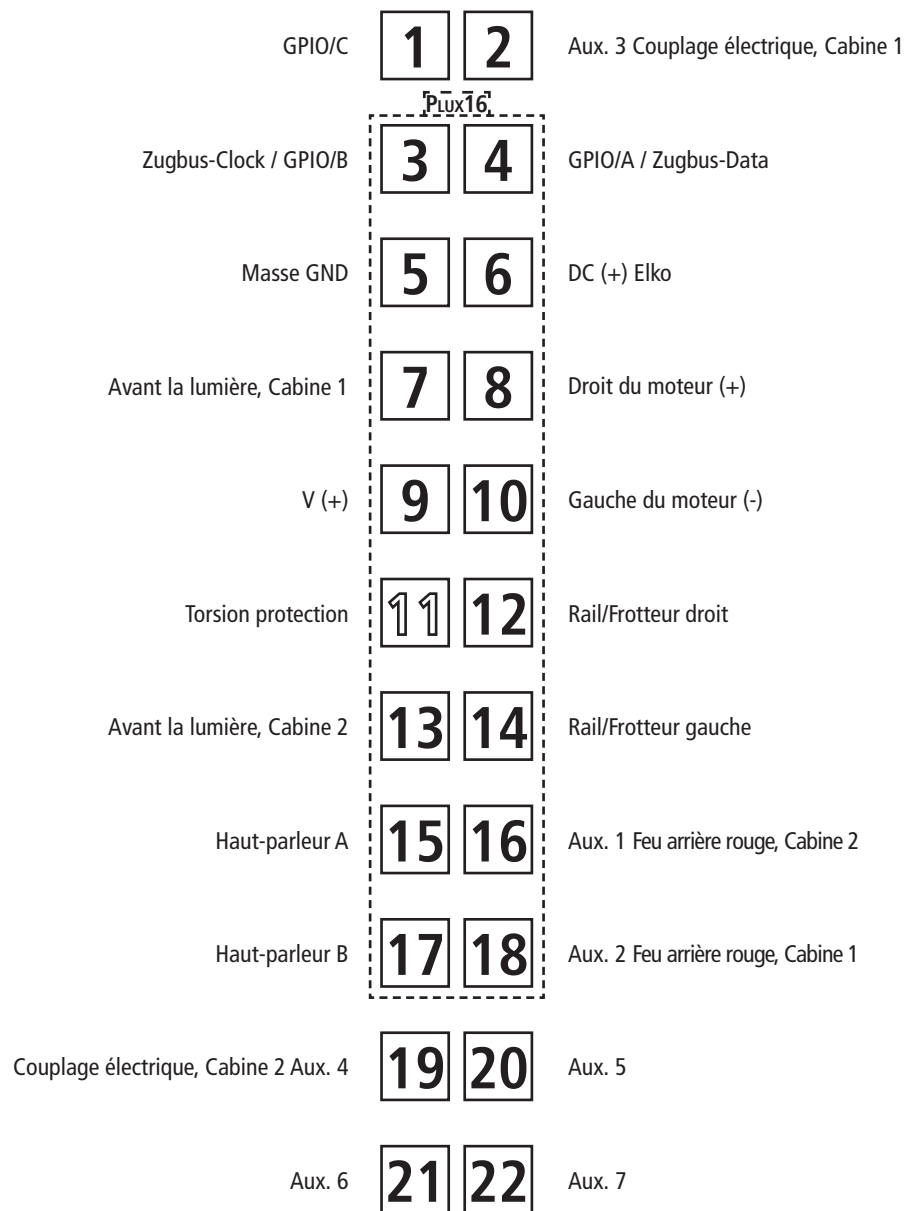
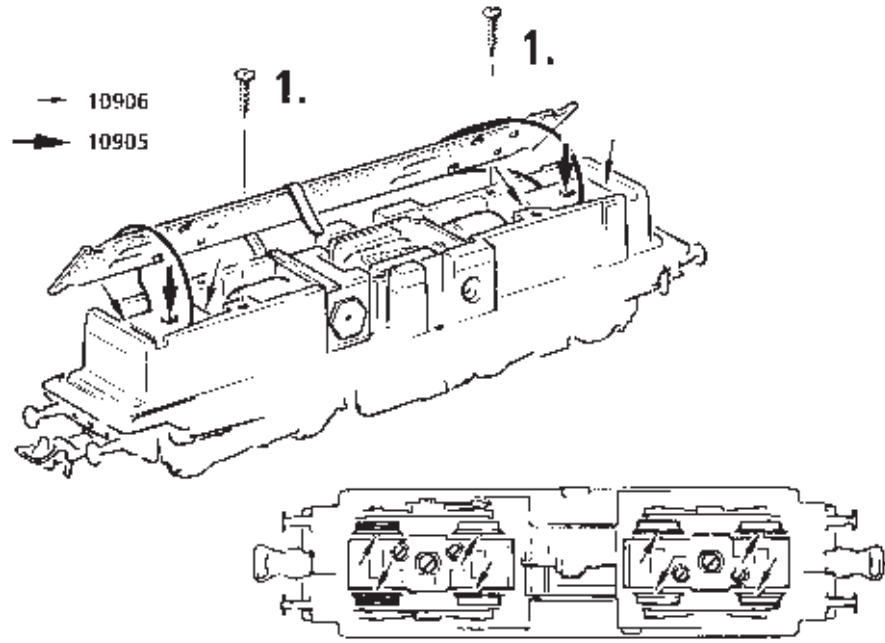
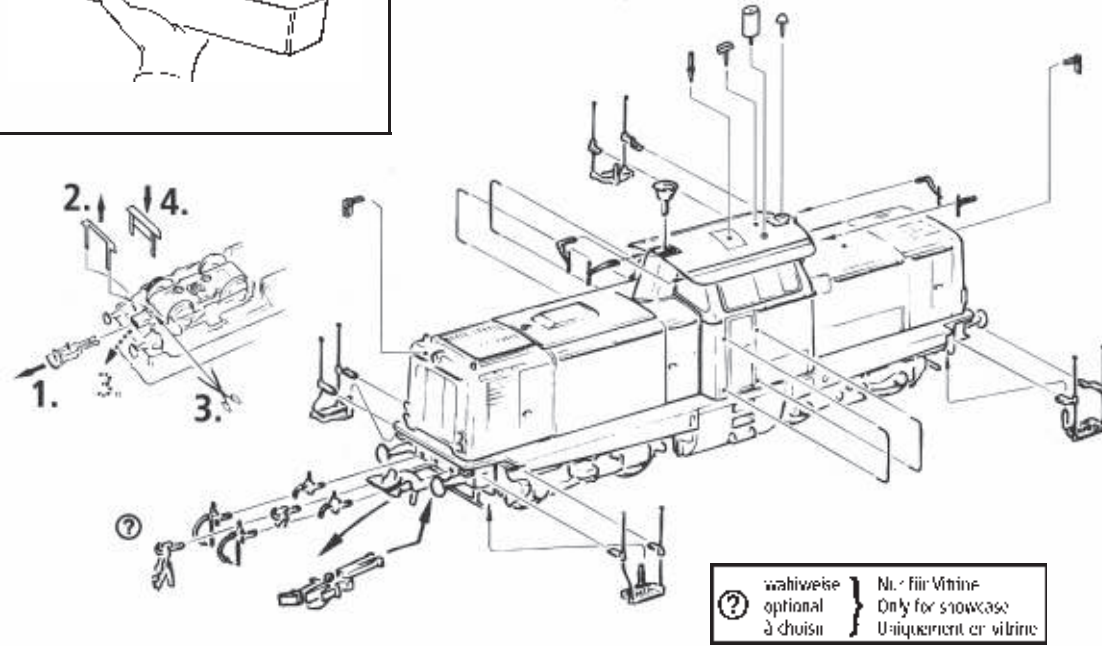

Fig. 7
Fig. 9
Fig. 3
**2. Schmierung:** Versehen Sie die im Schmierplan in Fig. 7 gekennzeichneten Stellen mit nur **kleinen Öltröpfen**. Dazu zuerst das Lokgehäuse abnehmen (Fig. 3). Wir empfehlen den **ROCO Öler Art.-Nr. 10906**. Fürs Schmieren der Getriebeteile (Zahnräder, Schnecke) empfehlen wir das **ROCO-Spezialfett Art.-Nr. 10905**. Im Falle der Schmierung diese Teile **nicht ölen**.
**Mehrzugbetrieb:** Zuerst Lokgehäuse abnehmen (Fig. 3). Danach den Brückenstecker aus der Schnittstelle entfernen (diesen sorgsam aufbewahren). Danach den Stecker des Steuerbausteins lagerichtig einsetzen (siehe Fig. 9).
**4. Kohlebürstenwechsel:** Lokgehäuse abnehmen (Fig. 3). Danach wird der Motor ausgebaut und die Kohlebürsten ausgewechselt (Fig. 6).
Remove the jumper from the interface. Finally put the plug of the chip into the interface as shown in fig. 9.
**2. Lubrication:** Apply **tiny oil drops** to spots marked in fig. 7. Prior to lubrication dismantle locomotive (fig. 3). We recommend using item no. **10906, Roco oiler**. For lubrication the gearparts (e.g. cogwheels, worm) we should recommend our Roco **special grease** (item no. **10905**).
**4. Carbon Brush Changing:** First remove loco body (fig. 3), and then the motor (fig. 6).
**2. Graissage:** N'appliquez **qu'une toute petite goutte** aux endroits indiqués par le plan de graissage (fig. 7) après avoir démonté la caisse de la locomotive (fig. 3). Nous vous recommandons **le graisseur à huile Roco réf. 10906**. Pour graisser les engrenages (roues dentées, vis sans fin) nous vous conseillons la **graisse spéciale Roco réf. 10905** pour engrenages en matières synthétiques. Lorsque vous utilisez cette graisse il faut éviter d'huiler ces composants.
**4. Remplacement des balais du moteur:** Démontez la caisse (voir fig. 3). Démontez ensuite le moteur et échangez le balais (fig. 6).